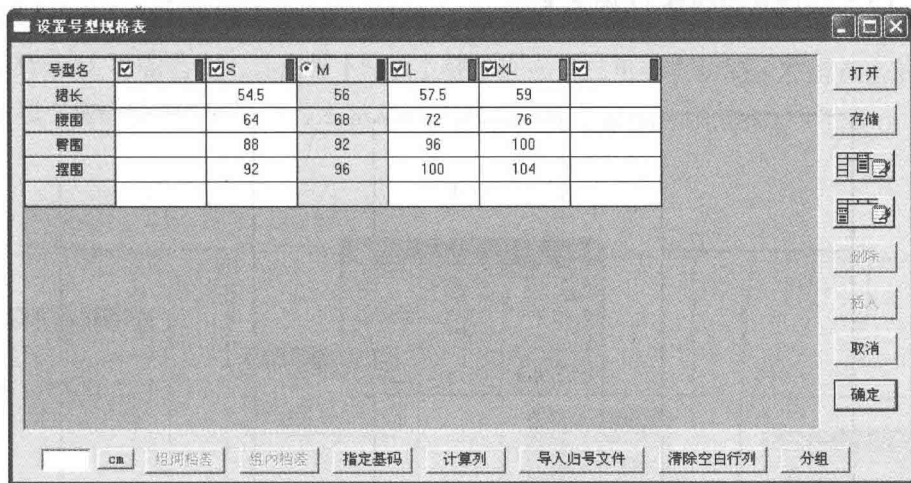

图6-2 设置号型规格表
(1) 单击【号型】菜单—【号型编辑】，在设置号型规格表中输入尺寸 (图 6-2)。